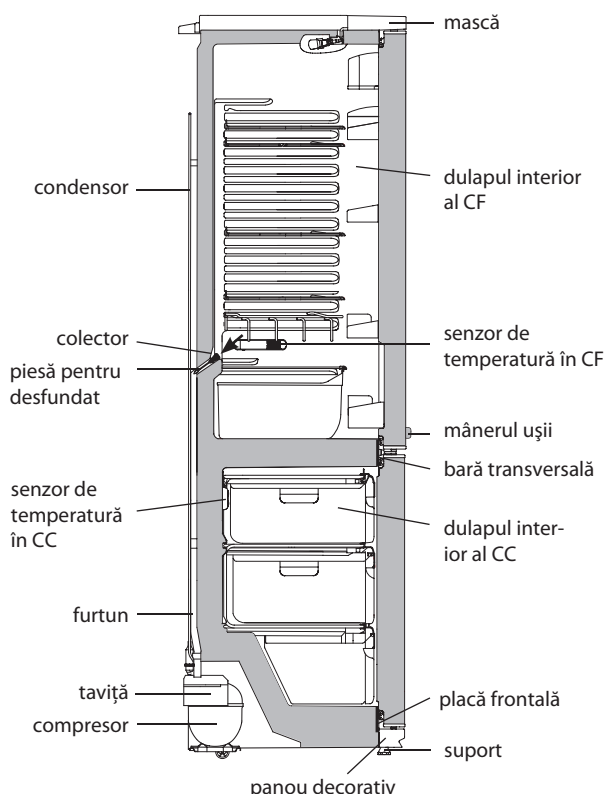
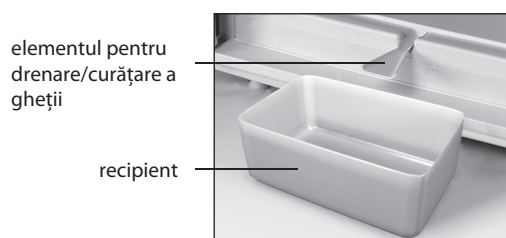

Figura 7 — Schema scurgerii apei rezultate în urma topirii din CF
Figura 8 – Colectarea apei rezultate în urma topirii din CF
5.1.1 În CF se folosește un sistem automat de dezghețare. Bruma care apare pe pereții din spate al CF, se topește în timpul ciclului de dezghețare la deconectarea compresorului și se transformă în picături de apă. Picăturile de apă rezultată în urma topirii se scurg în colector, apoi prin gaura acestuia și prin furtun - în tavița de pe compresor, în conformitate cu figura 7 și se evaporă.
Pentru eliminarea înfundării folosiți piesa corespunzătoare și curățați gaura colectorului, astfel ca apa să se scurgă liber în taviță, apoi spălați piesa și instalați-o în conformitate cu figura 7.
SE INTERZICE să utilizați frigiderul cu sistemul de scurgere înfundat. Apa care a apărut pe fundul CF sau care a ajuns în locul de alăturare a barei transversale și a dulapului interior al CF, în conformitate cu figura 7, poate provoca coroziunea dulapului exterior al frigiderului și elementelor agregatului frigorific, defectarea izolației termice, formarea crăpăturilor dulapului interior și defecțiunea frigiderului.
ATENȚIE! Nu puneți produsele în CF prea aproape de senzorul de temperatură, care este situat pe peretele drept al CF, în conformitate cu Figura 7.
ATENȚIE! Nu puneți produsele în CC prea aproape de senzorul de temperatură, care este situat pe pereții din spate al CC, în conformitate cu Figura 7.
— instalați în conformitate cu figura 8 elementul de masă plastică pentru drenare și orice vas recipient cu volumul de nu mai puțin de 2 litri pentru a colecta apa rezultată în urma topirii;
SE INTERZICE să decongeleți congelatorul fără utilizarea elementului pentru drenare instalat în conformitate cu figura 8. Apa rezultată în urma topirii care se scurge din cameră afară de elementul pentru drenare, pătrunzând în locul de alăturare a plăcii frontale la dulapul interior în conformitate cu figura 7, poate provoca coroziunea dulapului exterior al congelatorului și a elementelor agregatului frigorific, defectarea izolației termice, formarea crăpăturilor dulapului interior și defectarea dulapului congelatorului.